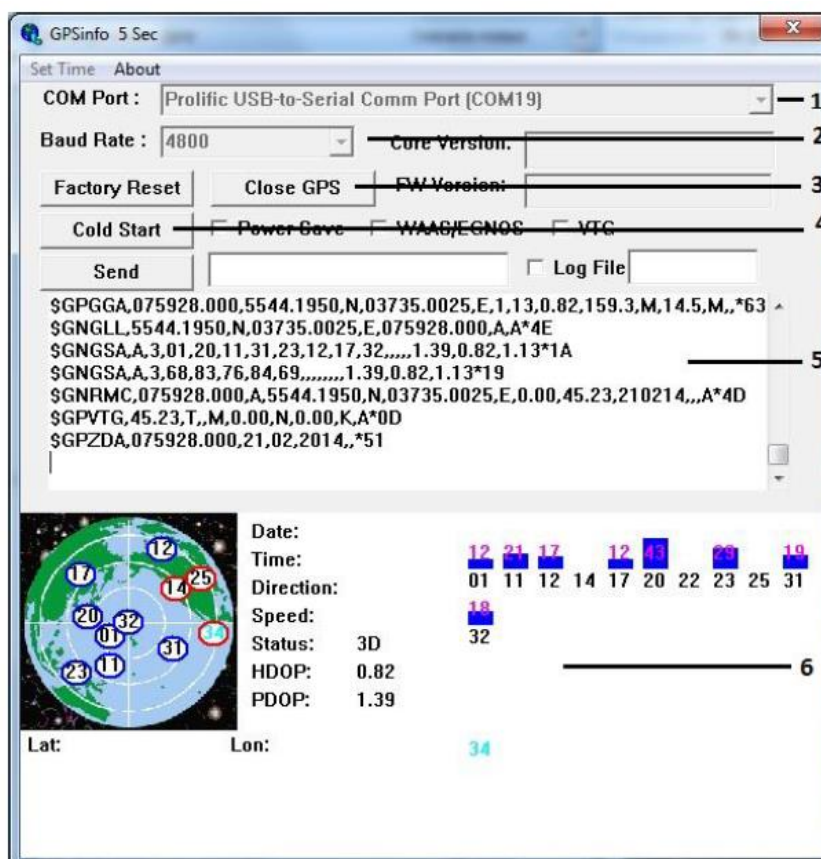

Рис. 5.2. Окно программы «GPS Information»:
1.3. На экране появится окно программы «GPS Information» (рис. 5.2).